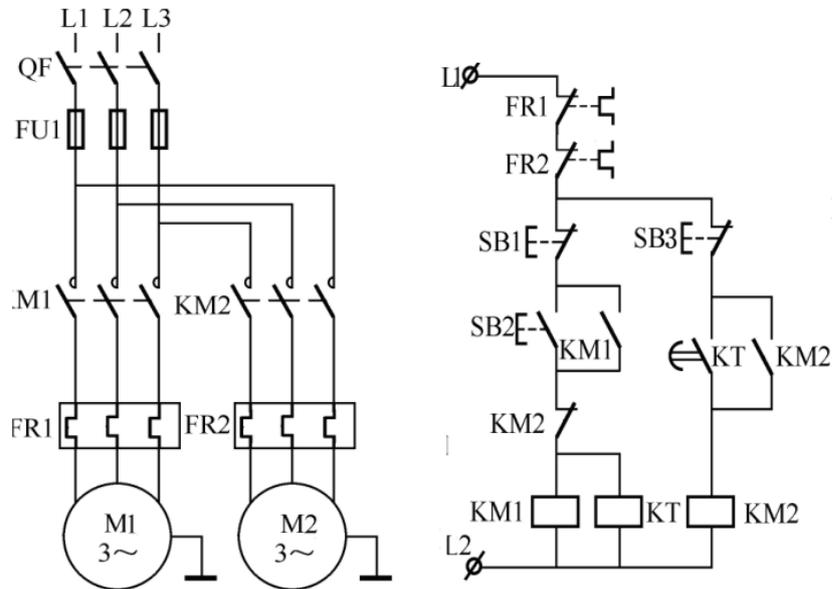

图1-3-9 继电器控制系统的设计与制作参考图
某系统由2台电动机M1和M2拖动，拖动要求：(1) M1先启动，经过10s后M2启动；(2) M2启动后，M1立即停止。电动机型号为Y-112M-4，4kW、380V、△接法、8.8A、1440r/min，请按要求完成该部分电气系统的设计、安装、接线、调试与功能演示，(现场提供的电路原理图进行安装如图1-3-9所示)。